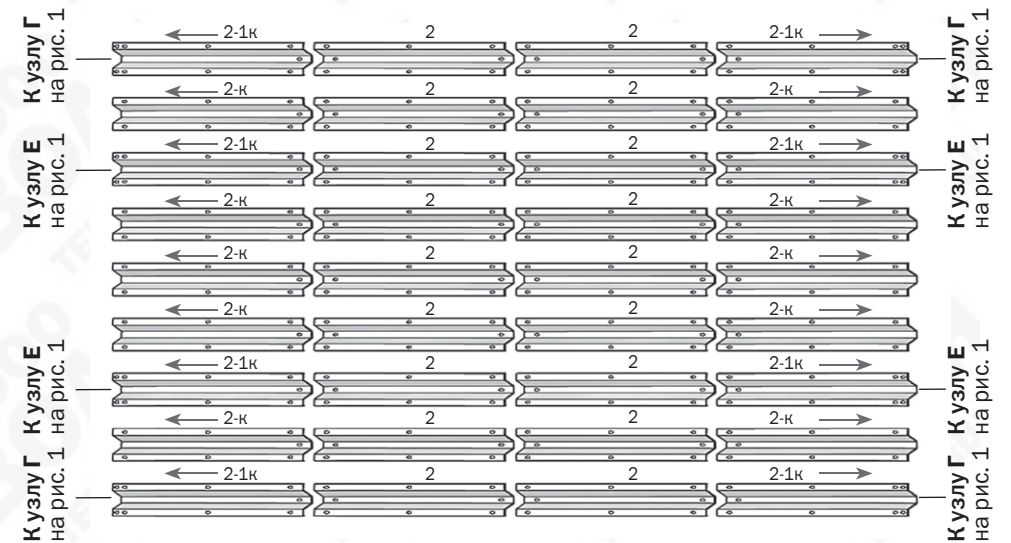

**Рис. 4**
детали 4 - см. Рис.4
2. Первоначально надо раскроить лист покрытия для торцов. Для этого соберите двери, форточки (**рис.13, рис.14**) и половину торца из деталей дуг **4ВК, 4НК** и прямолинейных деталей **1, 8П, 11-1, 11-2П, 21П, 9-1П, 9-2П**, временно закрепив загнутые концы деталей **11-2** на отверстия дуги. Не снимая защитной пленки с поликарбоната, разметьте места расположения деталей на листе покрытия в соответствии с **рис. 3 и рис. 4**
СООТВЕТСТВИИ С РИС.3 И РИС. 4